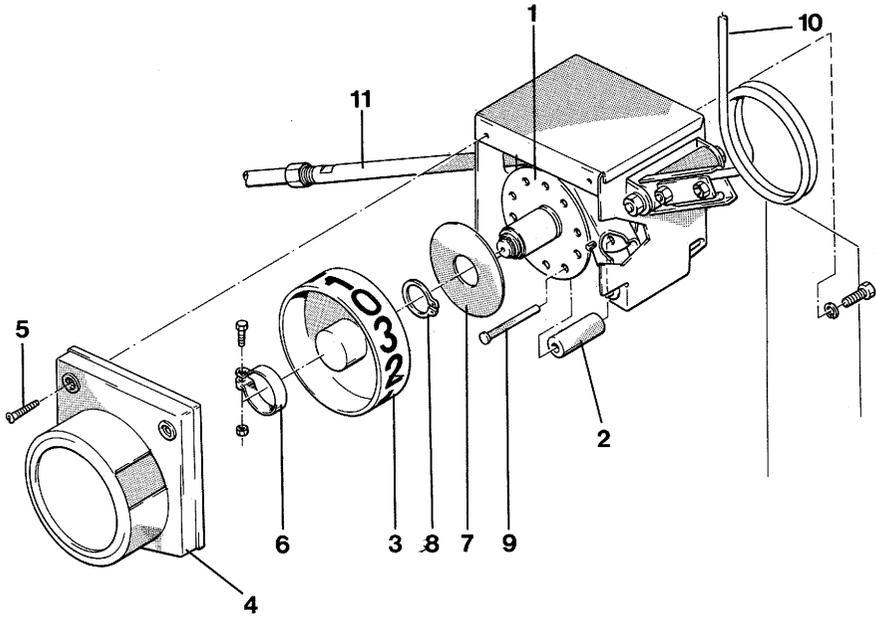

Fig. 112
Il suffit uniquement de modifier la position des galets de manoeuvre (fig. 112/2) et/ou de les compléter. Cette opération peut aussi se réaliser lorsque le boîtier programmeur est fixé sur le semoir. Procéder comme suit :
- Retirer le capot de protection (fig. 112/4) après avoir desserré les 2 vis à tôle (fig. 112/5).
- Desserrer le collier (fig. 112/6) et le retirer avec la roue indicatrice de sélection de jalonnage.
- Retirer la rondelle d'arrêt (fig. 112/7) après avoir enlevé le circlips 24x1,2 (fig. 112/8).
- Les galets de manoeuvre (fig. 112/2) à rotation libre peuvent être déplacés en suivant les schémas de la fig. 113. Pour cela, retirer les axes (fig. 112/9).
- Remettre en place la rondelle d'arrêt (fig. 112/7) et le circlips (fig. 112/8).
- Coller sur la roue indicatrice de sélection de jalonnage (fig. 112/3) le nouvel autocollant chiffré (fig. 114) et la fixer à la roue programmatrice de jalonnage au moyen du collier de serrage (fig. 112/6).
- Actionner plusieurs fois de manière répétée le boîtier programmeur à l'aide du levier de commande (fig. 112/10) jusqu'à ce que le tube de traction (fig. 112/11) soit tiré et maintenu par un galet de manoeuvre (fig. 112/2). Approcher le capot de protection (fig. 112/4) contre le boîtier programmeur et tourner en même temps la roue indicatrice de sélection de jalonnage (fig. 112/3) jusqu'à ce que le chiffre "0" s'affiche dans la lucarne du capot de protection.
- Serrer fortement en position la roue indicatrice de sélection de jalonnage (fig. 112/3) au moyen du collier de serrage (fig. 112/6) et remettre en place le capot de protection (fig. 112/4).
- Faire fonctionner le boîtier programmeur en actionnant le levier de commande (fig. 112/10) jusqu'à ce que la roue indicatrice de sélection de jalonnage (fig. 112/3) ait effectué au moins trois révolutions complètes et vérifier en même temps le fonctionnement correct du boîtier programmeur, c'est-à-dire que le tube de traction (fig. 112/11) soit tiré chaque fois que le chiffre "0" s'affiche.